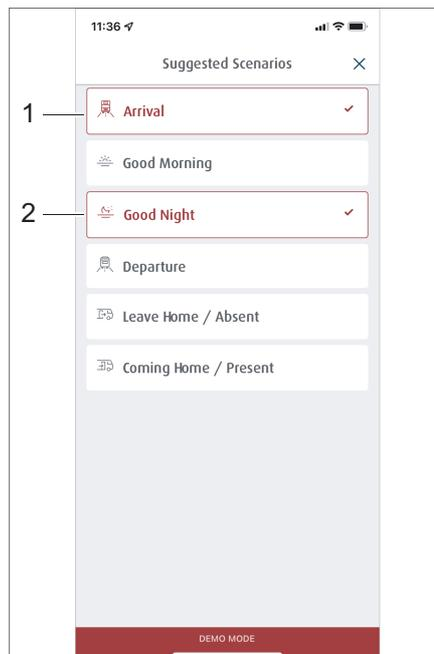
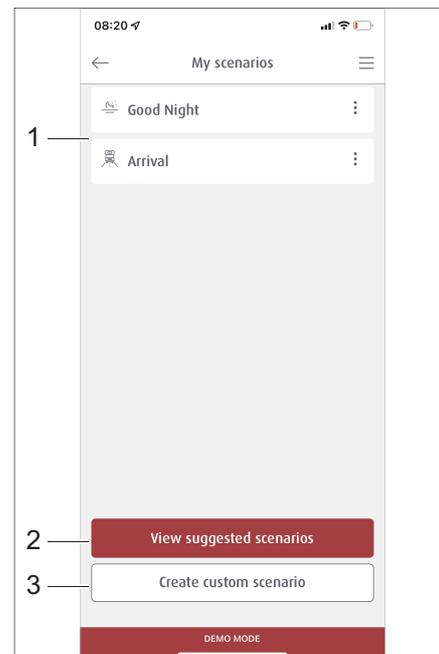

Fig. 281 Sélection de scénarios préétablis
Fig. 282 Gestion des scénarios
La rubrique *Scénarios* contient une liste de tous les scénarios enregistrés (Fig. 282,1). Des scénarios préétablis (Fig. 282,2) peuvent être consultés ou bien de nouveaux scénarios peuvent être créés (Fig. 282,3).
- Dans le menu *Scénarios*, appuyer sur la touche *Consulter les scénarios préétablis* (Fig. 282,2). Une liste des scénarios préétablis s'affiche.
- Appuyer sur la touche des scénarios souhaités, par ex. *Arrivée* (Fig. 281,1) et *Bonne nuit* (Fig. 281,2). Les touches des scénarios sélectionnés sont toujours entourés d'une bordure rouge et sont repris dans la liste du menu *Mes scénarios* (Fig. 282,1).